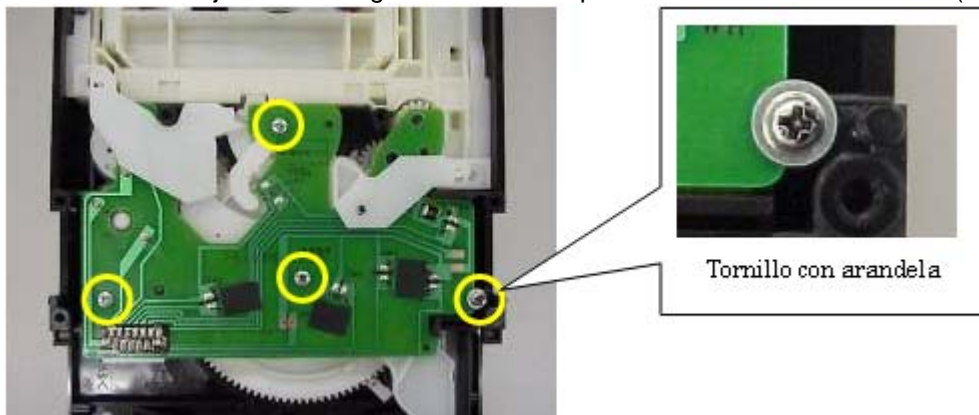

Fig. 1.20
4.2 Retire los 4 tornillos de la tarjeta SW. Ponga atención de la posición de cada uno de estos. (Fig. 1.20)